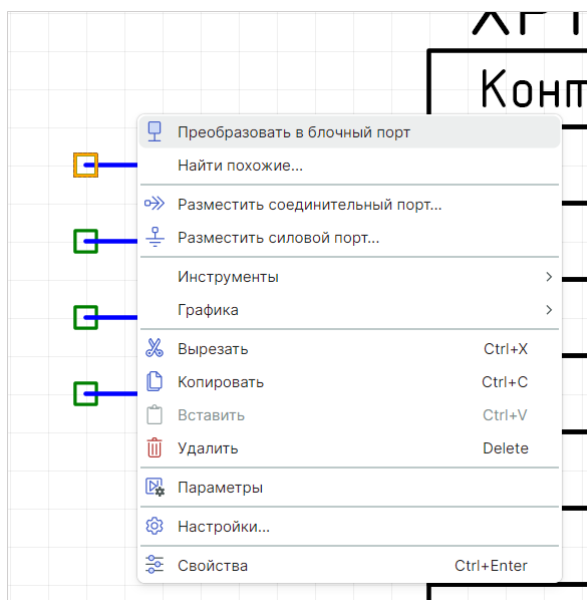

Рис. 284 Размещение блочного порта на свободном окончании цепи
1. Выберите свободное окончание цепи, вызовите контекстное меню и выберите пункт «Преобразовать в блочный порт», см. Рис. 284.